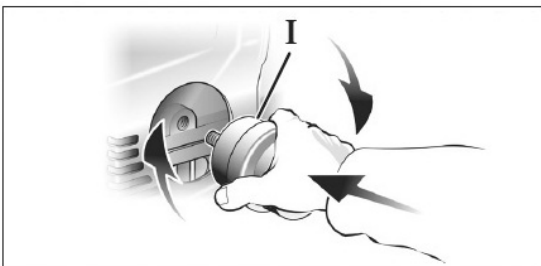

Abb. 5: Montage des Luftfilters
Schritt 1: Entfernen Sie den Transportstopfen mit einem Schraubenzieher oder ähnl. (Abb. 5) und schrauben Sie den Luftfilter (Pos. I, Abb. 5B) am Gerät fest.